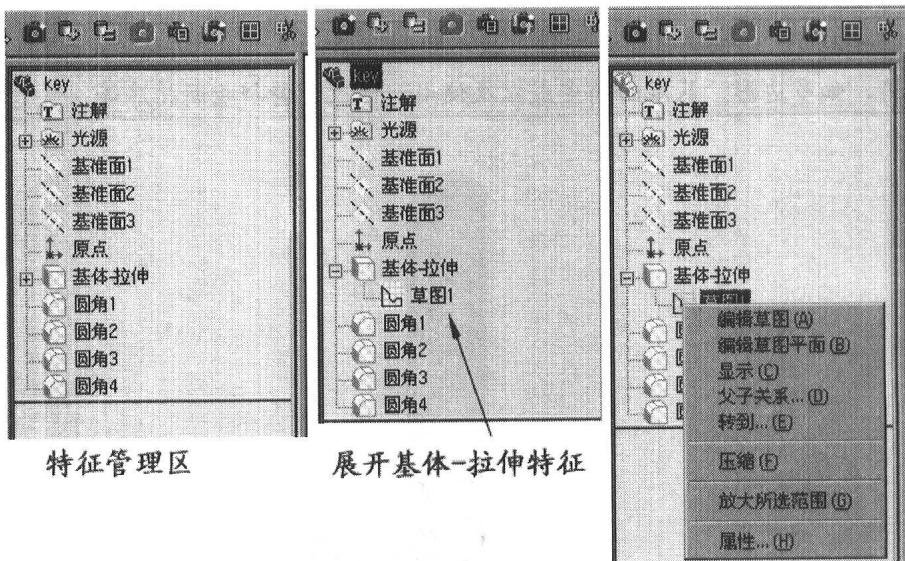

图 1-8 特征管理区
- 按鼠标右键，在弹出菜单中选择“编辑草图”，如图 1-8 所示；